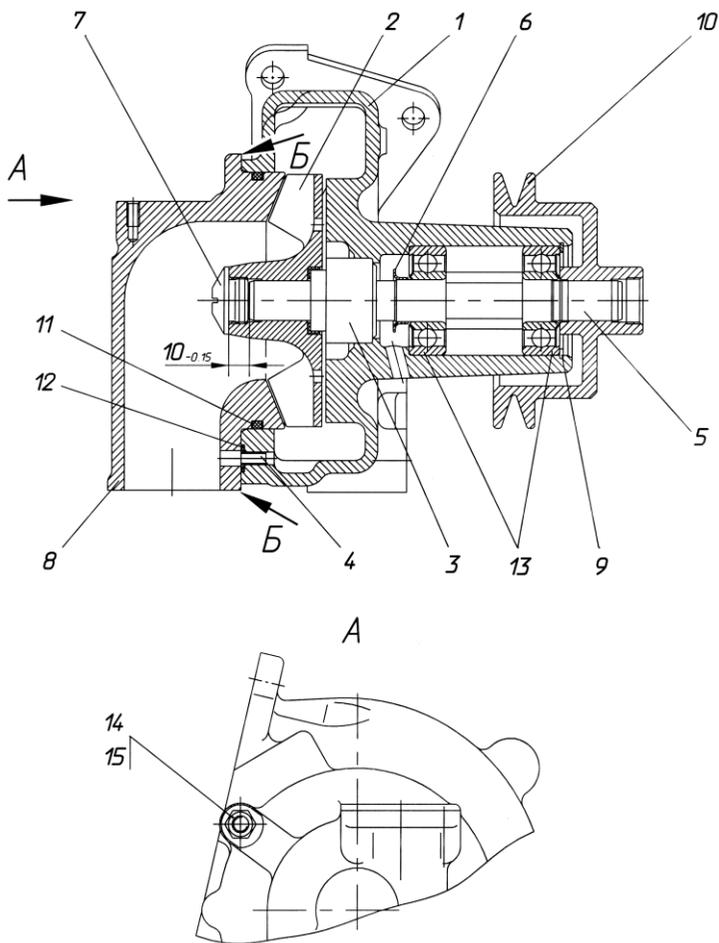

Рис. 96. Водяной насос:
5. Отвернуть гайки 14 (рис. 96) патрубков 8.
13. Выпрессовать из корпуса 1 вал 5 с водосбрасывателем 6 и подшипниками 13 (см. рис. 96).
2. Напрессовать на вал 5 (рис. 96) подшипники 13 и водосбрасыватель 6. При этом необходимо:
9. Напрессовать крыльчатку 2 в сборе с манжетой и уплотнительной втулкой на вал 5 (рис. 96). При этом необходимо:
- установить крыльчатку ив валу в размер 10_{-0,15} мм (рис. 96) между торцом вала и торцом ступицы крыльчатки. Для этого необходимо при запрессовке установить на торец вала диск диаметром не более 13 мм и высотой 10_{-0,15} мм.